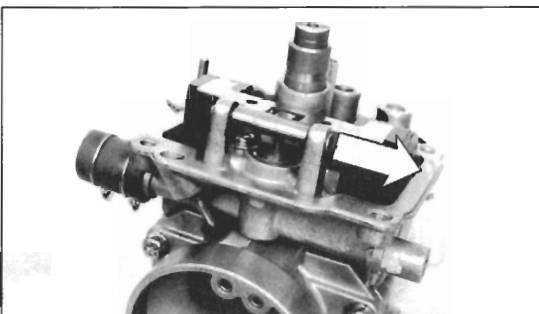

Bild 74
- Schwimmerachse mit Zängchen herausziehen und Schwimmer samt Nadelventil abnehmen (Bild 74). Ventil Sitz mit Filtersieb nach Ausdrehen der Kreuzschlitzschraube entnehmen (750 F ohne Befestigungsschraube und Filtersieb).